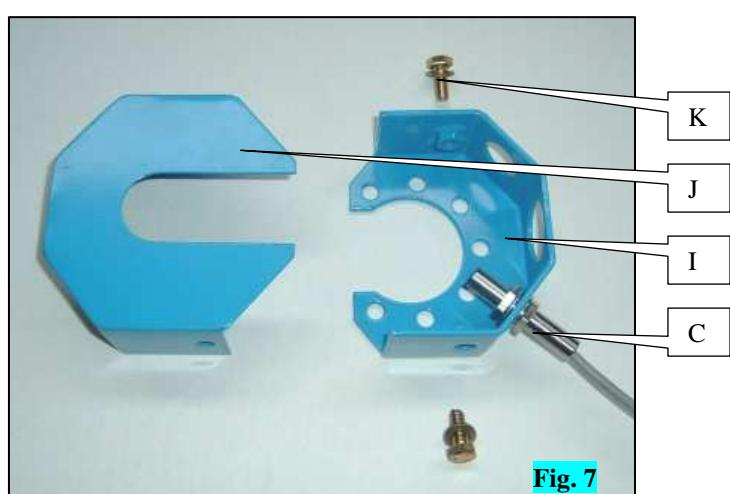

Fig. 7
Sur NX, positionner le capteur C sur son support I (fig. 7) et fixer le couvercle de boîte J à l'aide des 2 vis K.
- **On NX seeders, position sensor C on its mounting I (fig. 7) and mount unit cover J using the 2 screws K.**
Bei NX-Sämaschinen: Positionieren Sie den Sensor C auf seiner Halterung I (Abb. 7) und befestigen Sie mit Hilfe der beiden Schrauben K den Gehäusedeckel J.
- **Op de NX** plaatst u de sensor C op de steun I (fig. 7) en bevestigt het deksel van kast J met behulp van 2 schroeven K.
En NX, situar el captador C en su soporte I (fig. 7) y fijar la tapa de la caja J con los dos tornillos K.
Nel modello NX, posizionare il senore C sul suo supporto I (fig. 7) e fissare il coperchio della scatola J con le 2 viti K.